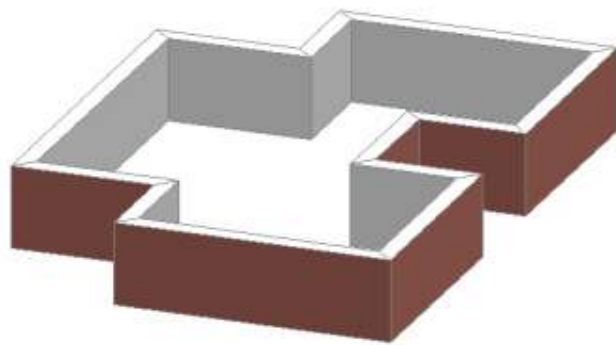

Рисунок 7.14
3. Используя инструмент **Волшебная палочка** (клавишу [Пробел]), подведите курсор к контуру созданной ломаной линии и выполните щелчок мышью. На плане этажа появится замкнутый контур стены. На рисунок 7.14, 7.15 показаны план стены и ее 3D-вид.